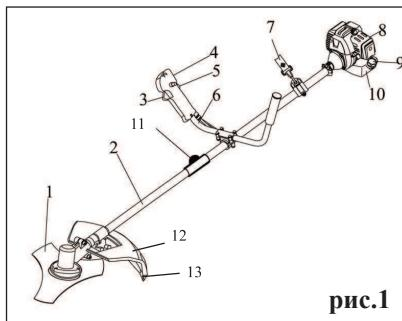

рис.1
5.1 Общий вид бензокосы схематично представлен на рис.1
6.3.1 Возьмите правую и левую части рукоятки 6 (рис.1) и установите на штангу гибкого вала 2 (рис.1)
Внимание! Перед работой, не забудьте снять с ножа ограничителя длины лески 13 (рис. 1) защитный чехол. Соответственно, по окончанию работы наденьте чехол обратно.